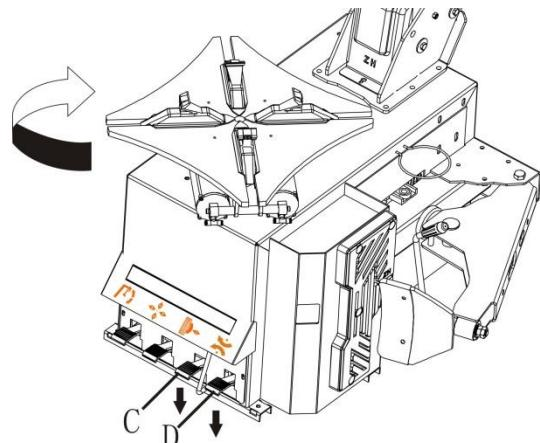

Abb. 11
- Testen Sie ob die Maschine richtig angeschlossen ist mittels einzudrücken der Pedale zur Bedienung der Drehscheibe (D, Abb.11. Die Drehscheibe muss in Uhrzeigersinn drehen!! Dieser TEST IST SEHR WICHTIG!
- Folgend testen Sie den Fersenbrecher mittels eindrücken des Bedienungspedal (C, Abb.11). Diesen Test führen Sie 3- bis 5-mal durch während eine zweite Person an der Rückseite der Maschine beobachtet ob ein Tropfen Öl in das Reservoir (F, Abb.10) injiziert wird. Findet Injektion des Öls nicht statt stellen Sie die Injektion mittels der Stellschraube (E, Abb.10) bitte erneut ein.